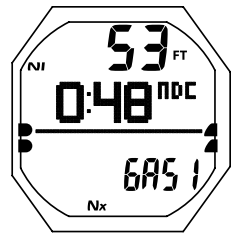

Fig. 67 - PRINCIPAL INMERSIÓN SIN PARADAS
**PRINCIPAL INMERSIÓN SIN PARADAS** - Ésta es la información mostrada (Fig. 67):